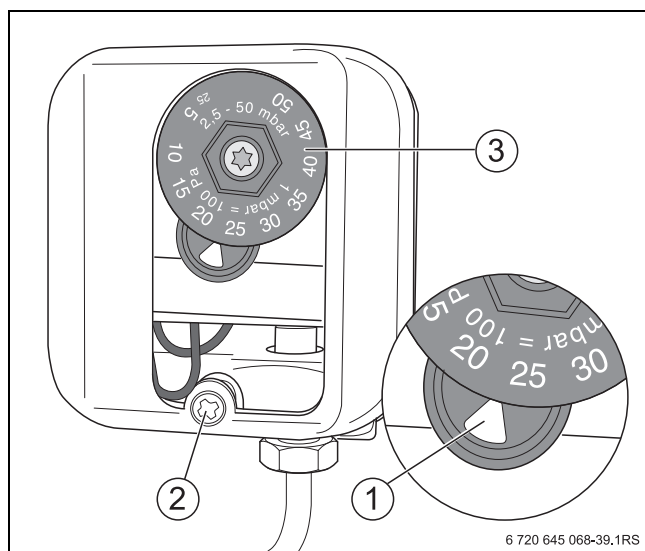

Рис. 64 Реле контроля давления газа
- ▶ Откройте крышку (→рис. 64, [2]) реле контроля давления газа.